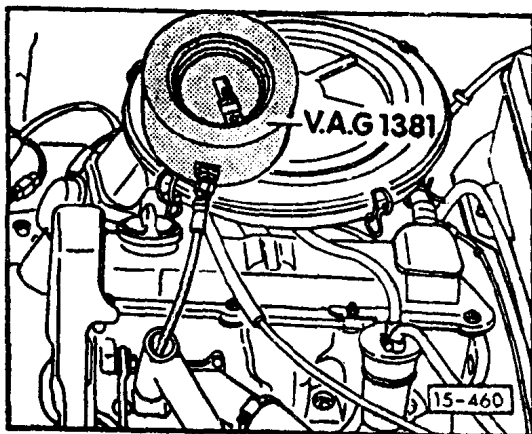

图11
• 按图11所示,使用专用记录仪或压力表逐个测量气缸压力,上海桑塔纳轿车的标准气缸压力为: